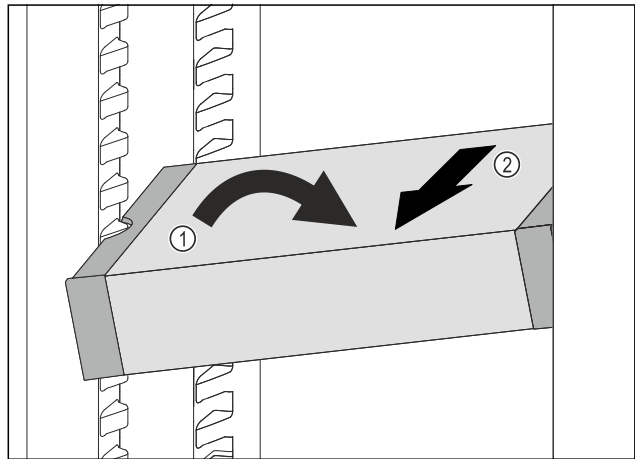

Fig. 66
- ▶ Расположите VarioSafe в холодильном отделении под наклоном. Fig. 66 (1)
- ▶ Извлеките VarioSafe движением вперед. Fig. 66 (2)